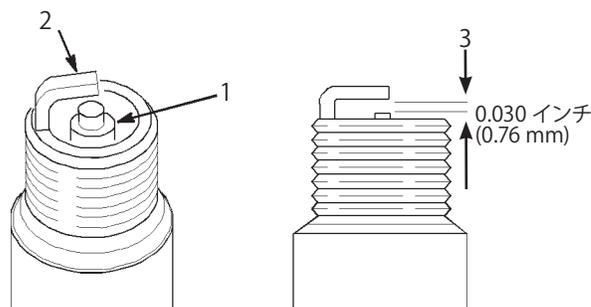

図56
- 中央の電極部（図56）を観察する。薄茶色や灰色になっていれば正常に燃焼している。碍子が黒くなっているのは不完全燃焼である（エア・クリーナの汚れが原因であることが多い）。
- すきまゲージでエア・ギャップの点検を行い、隙間の大きさが適切でなければ側面の電極を注意深く曲げて調整する（図56）。